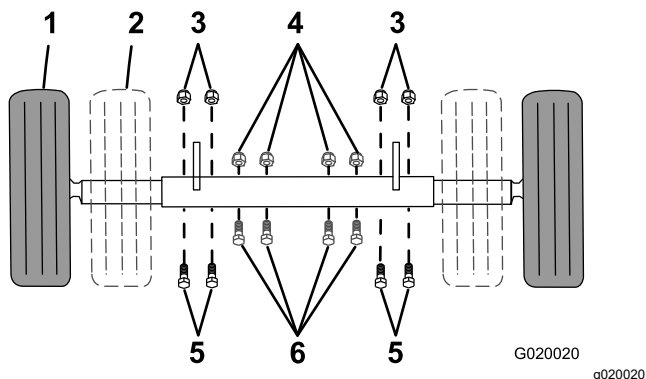

Figure 23
1. Branchez le connecteur électrique de la machine au connecteur électrique du véhicule tracteur (Figure 23).
Si votre machine est équipée d'un essieu réglable (Figure 23), vous pouvez le régler à la position étroite pour permettre à la machine de passer par un point d'accès étroit, comme un portail ou l'entrée d'un bâtiment.
1. Point de soutien (2)
7. Retirez les boulons et les écrous qui fixent l'essieu intérieur à l'essieu extérieur (Figure 23).
- Faites glisser chaque côté de l'essieu vers l'intérieur à la position étroite (Figure 23).
- Faites glisser chaque côté de l'essieu vers l'extérieur à la position large (remorquage) (Figure 23).
9. Fixez l'essieu avec les boulons et écrous retirés précédemment (Figure 23), et serrez-les à 87 N·m (64 pi-lb).